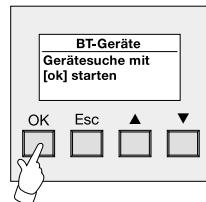

Bild 8:
6. An dieser Stelle fordert das Bluetooth Gateway den Bediener auf, die "OK"-Taste zu betätigen (vgl. Bild 8). Dabei ist sicherzustellen, dass der Dialog 'Einlernen' am Endgerät noch aktiv ist. Eine Betätigung der Taste "ESC" bricht den weiteren Elnlernvorgang ab. Weiter mit Schritt 7.